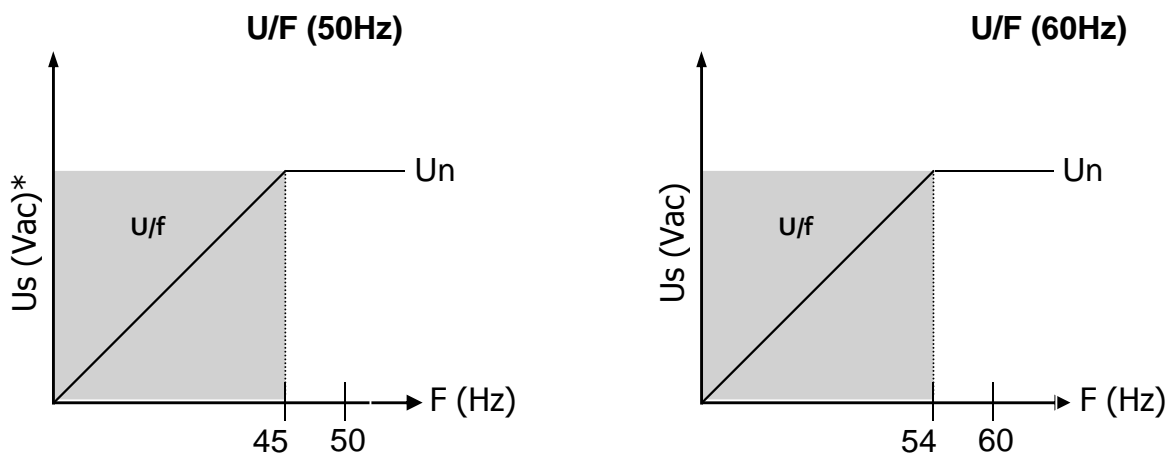

Figura 12.2: Operación de la protección U/F.
1. No dejar la protección U/F abierta. La configuración debe ser hecha conforme la Figura 12.2 para evitar problemas cuando se apaga el equipo. La frecuencia limitada por U/F es la frecuencia de la forma de onda que se encuentra en la entrada de alimentación del circuito y no para la entrada de realimentación (tensión de salida del generador).